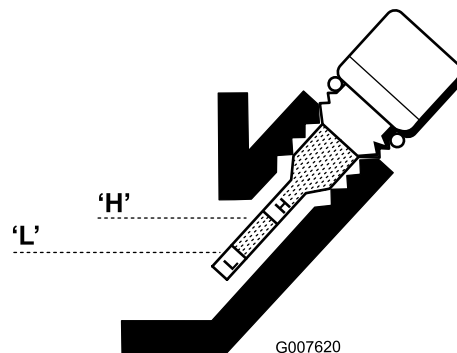

Bild 35
5. Wischen Sie den Ölpeilstab ab und setzen Sie ihn in den Einfüllstutzen ein. Drehen Sie ihn nicht in den Einfüllstutzen ein. Entfernen Sie den Peilstab und prüfen den Ölstand. Füllen Sie bei niedrigem Ölstand so viel Öl ein, dass der Stand zwischen der H- und L-Markierung an der Anzeige liegt (Bild 35). Prüfen Sie den Ölstand. Füllen Sie nicht zu viel ein.